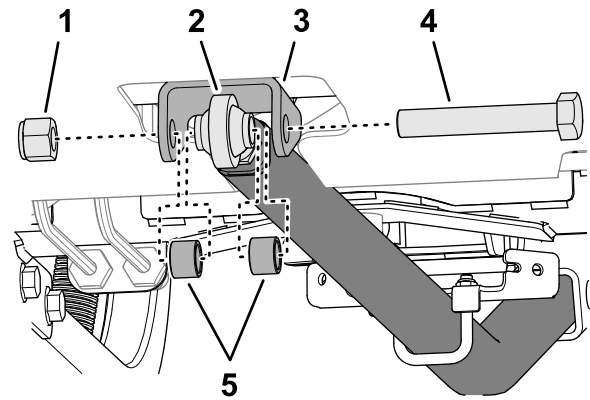

Figura 13
- Alinee el orificio de la rótula de la barra de tracción con los orificios del soporte de la barra de tracción del tabique del bastidor trasero (Figura 13).
- Monte la rótula en el soporte con el tornillo (3/4" x 4 1/2"), 2 espaciadores y una contratuerca (3/4"), como se muestra en la Figura 13.